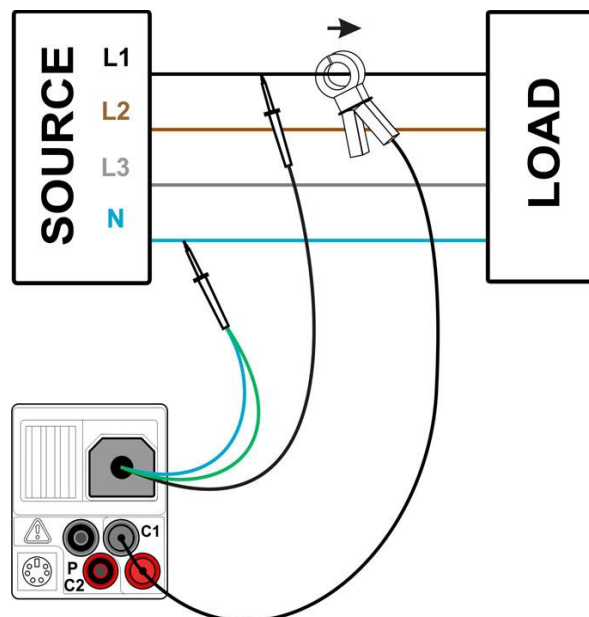

Abbildung 7.2: Leistungsmessung
- ❑ **Schließen** Sie die Spannungsmessleitungen und die Stromzange am Prüfling an (siehe Abbildung 7.2).
(Siehe Abbildung 7.2)
- **Schließen** Sie die Spannungsmessleitungen und die Stromzange am Prüfling an (siehe Abbildung 7.2).